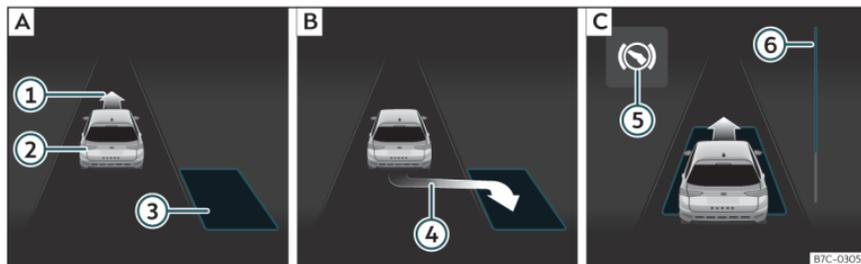
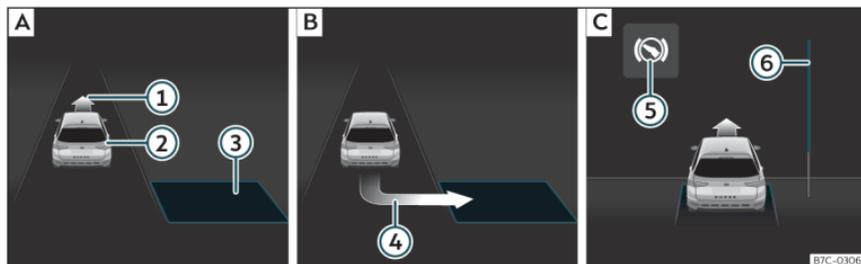

Fig. 180 Sul display del quadro strumenti: Parcheggiare in linea. **[A]** Cercare uno spazio di parcheggio. **[B]** Posizione di parcheggio. **[C]** Manovrare.
Fig. 181 Sul display del quadro strumenti: parcheggiare a pettine. **[A]** Cercare uno spazio di parcheggio. **[B]** Posizione di parcheggio. **[C]** Manovrare.
» **fig. 180 [B]** o » **fig. 181 [B]**. Lo spazio sarà stato considerato "idoneo" se nel display del quadro strumento compare l'indicazione di parcheggio ④.
• Retrocedere finché non si sentirà il segnale continuo del ParkPilot; **OPPURE:** spostarsi in retromarcia finché nel display del quadro strumenti non comparirà l'indicazione di spostarsi con la marcia in avanti» **fig. 180** » **fig. 181** ; **OPPURE:** finché nel display del quadro strumenti non comparirà il messaggio **Park Assist terminato**. La barra di avanzamento indica la distanza che si deve percorrere» **pag. 274**.
centro dello spazio di parcheggio» **fig. 180** » **fig. 181** .
La barra di avanzamento **» fig. 180** e **» fig. 181** mostra simbolicamente nel display del quadro strumenti la distanza relativa ancora da percorrere. Maggiore è la distanza, maggiore sarà il riempimento della barra di avanzamento. Circolando con la marcia in avanti, il contenuto della barra di avanzamento diminuisce verso l'alto, e circolando in retromarcia, diminuisce verso il basso.